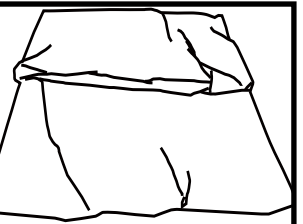

IMAGEN 4
Paso 3. Pliegue cada extremo hacia atrás. (IMAGEN 4).